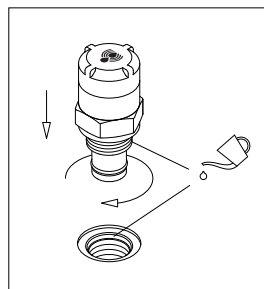

fig. 10
- (Fig. 10) Lubrificare con il fluido di lavoro il filetto e l'O-Ring del corpo indicatore, quindi avvitare il corpo indicatore facendo riferimento alla tabella delle coppie di serraggio al paragrafo 3